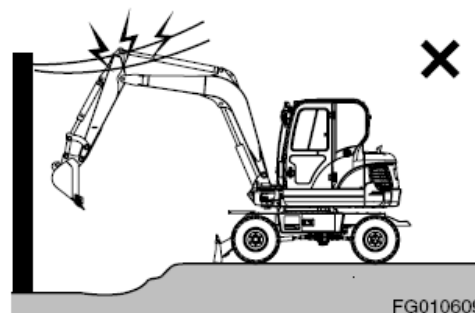

Figura 58
12. Asegúrese de que mantiene una distancia de seguridad con respecto a los postes del tendido eléctrico. Consulte Figura 58.